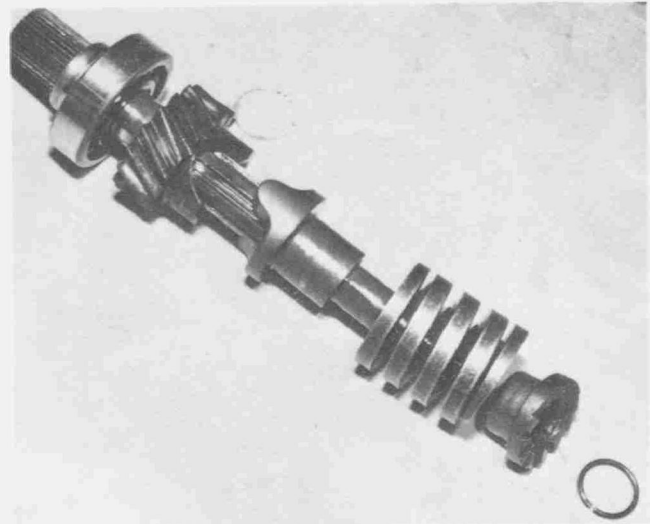

Bild 137
- Kickstarter-Sperrstück, Druckfeder, Druckstück und Antriebszahnrad ausbauen (Bild 137).